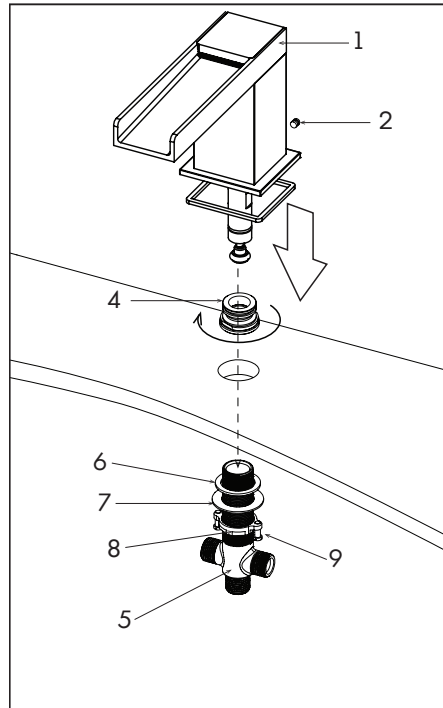

Fig.3
- Secure the shank with the supplied 2 screws (9). (Fig.3).
- Finalise the spout installation by inserting it back into the shank and securing with the Allen setscrew (2).
- Dévisser l'écrou de retenue (4) du haut du raccord (5). Insérer le raccord par en dessous de la surface et reserrer **complètement** l'écrou de retenue (4) par le haut. Serrer également l'écrou du bas (8) avec les rondelles en métal (7) et en caoutchouc (6). Fixer le raccord (5) avec les 2 vis fournies(9).
- Finaliser l'installation du bec en l'insérant à nouveau dans le raccord et en revissant la vis de retenue Allen (2).